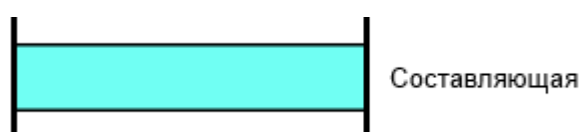

Рисунок 13.70 – Заявка на составляющую, отсутствует заявка на блок
- 2) Подана заявка на одну составляющую блока, отсутствует заявка на блок, срок ремонта которой пересекается со сроком ремонта составляющей (Рисунок 13.70), при этом: